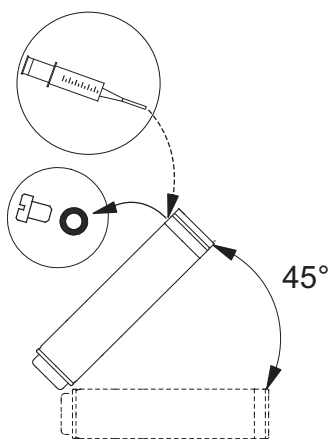

图3 加注过程中电机的位置 - MS 6000
- 如果电机从库存交付，在将电机安装到泵上之前检查电机液体的液位。见图3。
- 检查与服务相关的液位。见图3。
1. 将潜水泵置于图3所示的位置。加注螺丝必须位于电机的最高点。
3. 用加注注射器将液体注入电机，直到液体从加注孔中溢出。见图3。